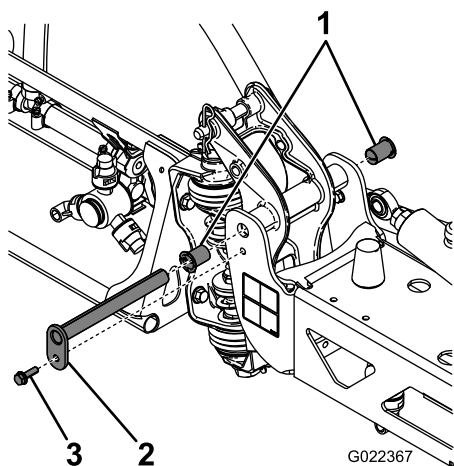

Bild 107
3. Wenn das Gewicht des Auslegers abgestützt ist, nehmen Sie die Schraube und die Mutter ab, mit denen der Lagerbolzen am Ausleger befestigt ist (Bild 107).
6. Nehmen Sie die Nylonbüchsen vorne und hinten an der Schwenkhalterung ab und prüfen Sie sie (Bild 107).
8. Montieren Sie den Ausleger und die Schwenkhalterung im mittleren Rahmen und richten die Öffnungen aus (Bild 107).